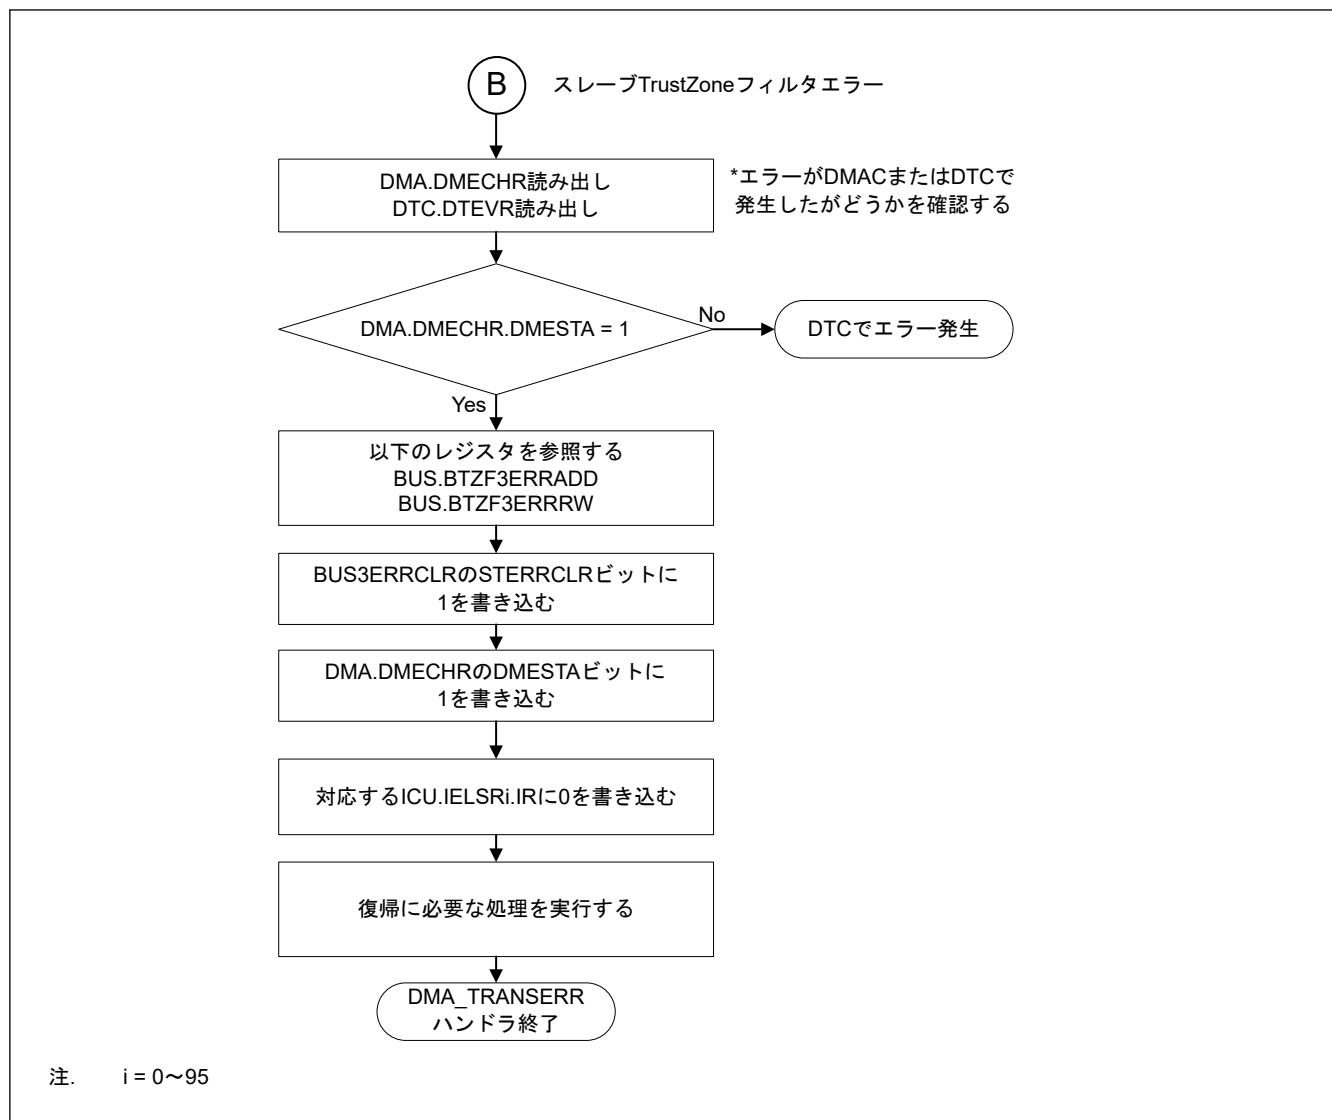

図 15.29 スレーブ TrustZone フィルタエラーの DMA_TRANSERR ハンドラにおける処理
- 図 15.29 に DMAC のスレーブ TrustZone フィルタエラーが発生したチャネルを確認するフローを示します。